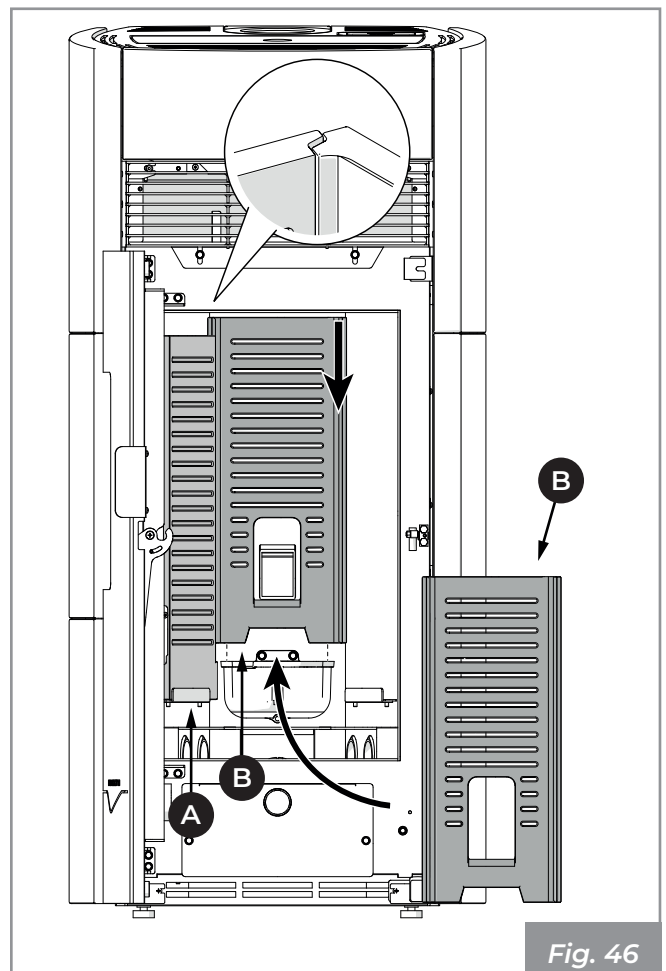

Fig. 46
- Positionner la plaque réfractaire de fond (B) dans la chambre de combustion (Fig. 46).
- Insérer la plaque de fond (B) dans le profil latéral de la plaque de gauche (A) et vérifier qu'elle repose sur le porte-brasero.